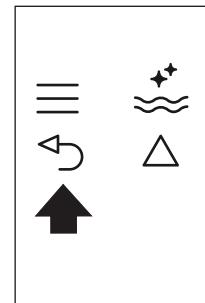

Abb. 25
- ▶ Drücken Sie zweimal das Symbol **✖** (B6) (Abb. 25), um das Menü zu verlassen.